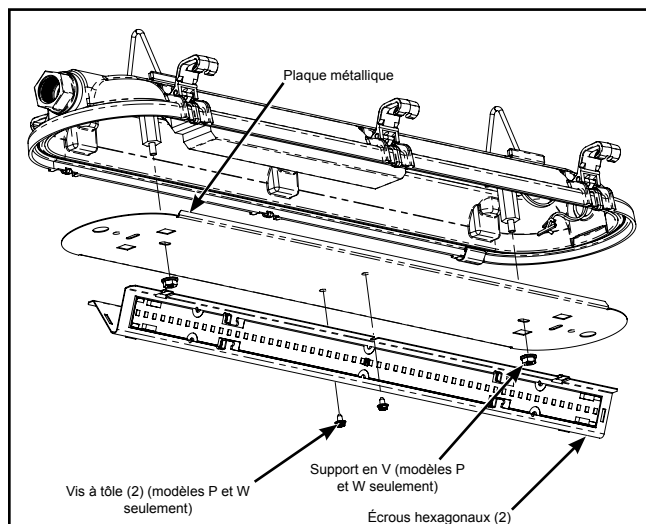

Figure 4.
Pour accéder à l'intérieur du luminaire, commencez par dégager la lentille et mettez-la de côté. Retirez la plaque métallique en retirant les deux (2) écrous hexagonaux. Pour les parcs de stationnement couverts et les modèles à diffusion large, le support en V du modèle DEL doit d'abord être enlevé en retirant les deux (2) vis hexagonales puis en glissant le support afin de le dégager des languettes de verrouillage coulissantes. La plaque métallique sera suspendue par des fils de sécurité largables. Vous pouvez faire tous les raccords de câblage nécessaires. (Figure 4).